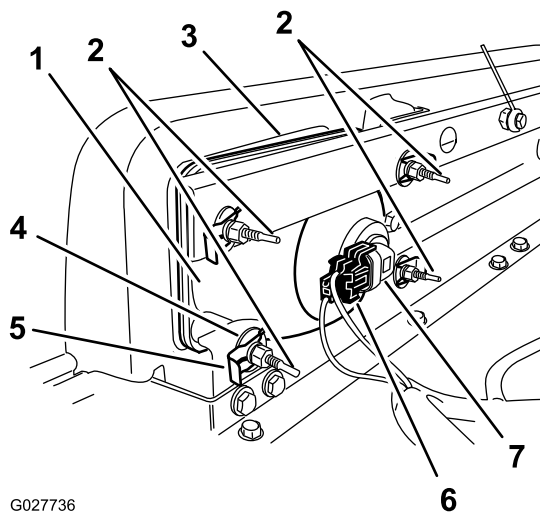

Figure 41
3. Débranchez le connecteur électrique de faisceau du connecteur de l'ensemble lampe (Figure 41).
4. Déposez les clips rapides et les rondelles qui fixent le phare à son support (Figure 41).
5. Sortez le phare en le déplaçant vers l'avant à travers l'ouverture dans le pare-chocs avant (Figure 41).
6. Montez le phare neuf par l'ouverture dans le pare-chocs (Figure 41).
8. Branchez le connecteur électrique de faisceau au connecteur de l'ensemble lampe (Figure 41).
2. Au dos du phare, tournez les vis de réglage (Figure 41) pour orienter le phare et aligner la position de son faisceau.